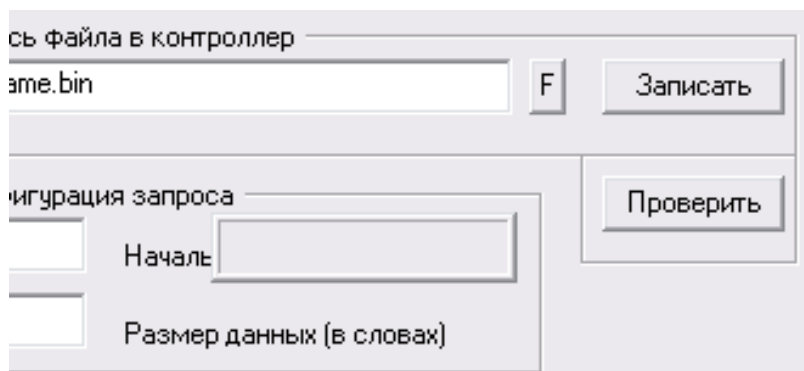

Рисунок 2.5
**2.4.3.3** Для записи файла необходимо нажать на кнопку «F», и выбрать из списка файл логической программы в формате «\*.bin», затем ввести начальный адрес «0x8000». В полях «Размер данных» необходимо указать примерный размер логической программы (файла \*.bin) (лучше указывать больший размер, а далее программа сама скорректирует его в меньшую сторону), «Номер устройства» – 1 (или иной, если номер устройства был изменен), «Буфер ввода-вывода данных» – 32, а также выбрать «Формат данных WORD» и «MODBUS». После этого нажать на кнопку «Записать». Начнется запись и откроется прогрессбар (рисунок 2.5).